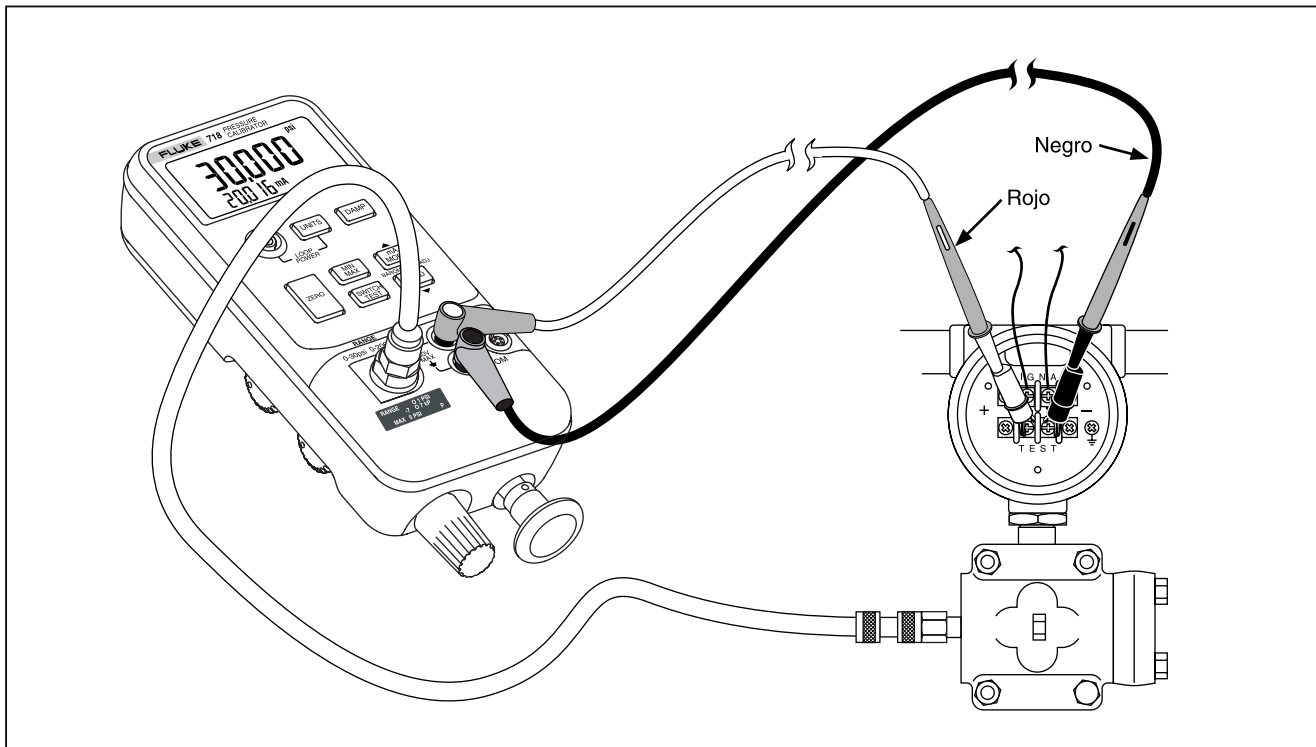
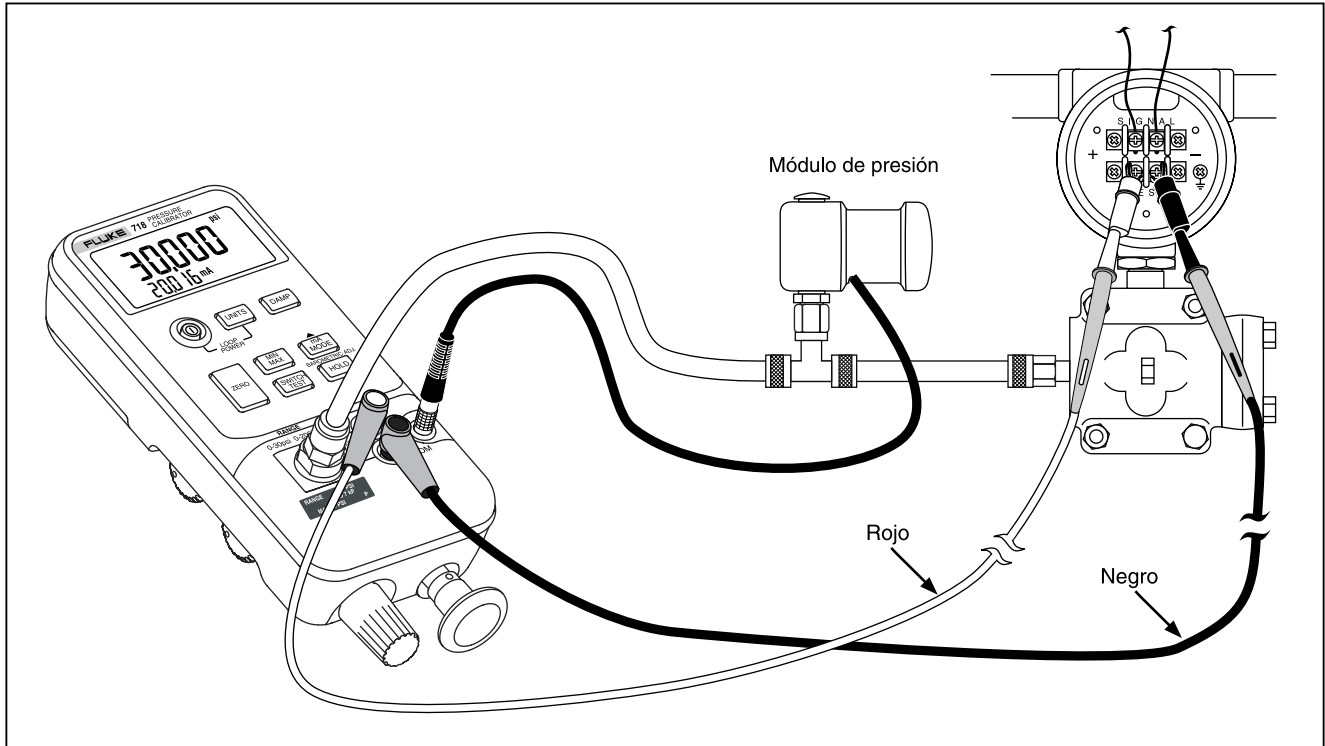

Figura 4. Sensor de presión interno con bomba interna
Figura 5. Módulo de presión con bomba interna
La figura 4 ilustra la aplicación de preferencia de la bomba interna, en la que el Calibrador presenta en la pantalla la presión proporcionada por la bomba y medida con el sensor interno.
La bomba interna también puede utilizarse con ciertos módulos de presión Fluke de la serie 700. En este caso, el Calibrador presenta en pantalla la presión medida por el módulo de presión. En la tabla 6 se identifican los módulos de presión adecuados para cada modelo de Calibrador. La figura 5 ilustra la utilización de la bomba interna con un módulo de presión.
2. Conecte el transmisor de presión al sensor interno del Calibrador tal como se ilustra en la figura 4 (para mediciones del sensor de presión interno) o en la figura 5 (para mediciones del módulo de presión).